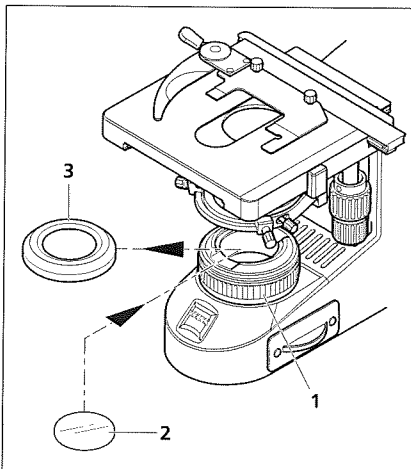

Bild 12 Farbfilter einsetzen
- Abdeckkappe (Bild 12/3) von der Leuchtfeldblende (Bild 12/1) abschrauben.
- Gewünschtes Filter – gelb, grün oder blau – (Bild 12/2) auf die Auflagefläche der Leuchtfeldblende legen und Abdeckkappe wieder aufschrauben.